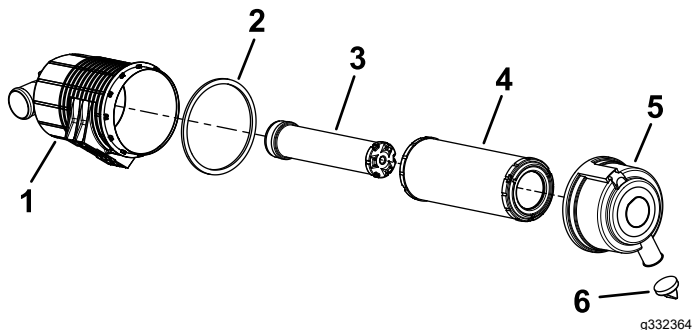

Figura 41
5. Revise el filtro del limpiador de aire y el elemento de seguridad si aparece un aviso (Figura 41).